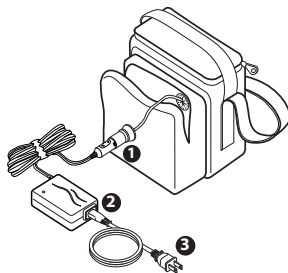

Figure 1 : Charge de la batterie
1. Raccordez la partie adaptateur automatique du chargeur à la prise du bloc-batterie située dans la pochette avant de la sacoche de transport. Référez-vous à la figure 1.